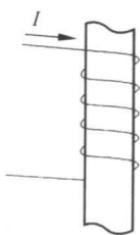

图 1.1
1.1 通电螺线管电流方向如图 1.1 所示,请画出磁力线方向。